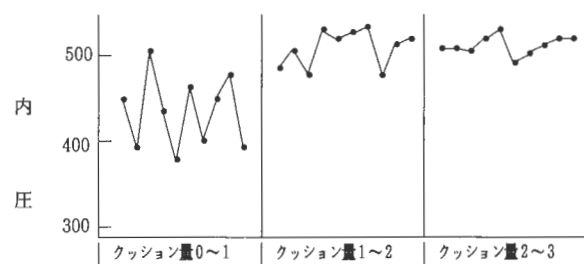

図2 クッション量と内圧の関係
② 散布図による内圧と寸法との関係を調査
③ クッション量と内圧の関係を調査
- ・実験によりクッション量が増加すれば内圧のバラツキが小さくなる事がわかった。(図2)